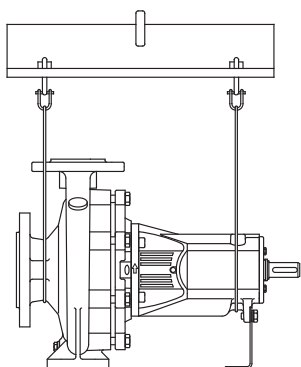
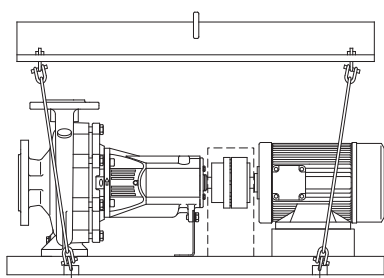

Fig. 1: Транспортировка насоса
Fig. 2: Транспортировка агрегата в сборе
- Во избежание деформаций надлежащим образом поднимать насос (Fig. 1) или (Fig. 2). Проушины на насосе и моторе запрещается использовать для поднятия всего агрегата. Они предназначены только для перемещения элементов конструкции при монтаже и демонтаже.